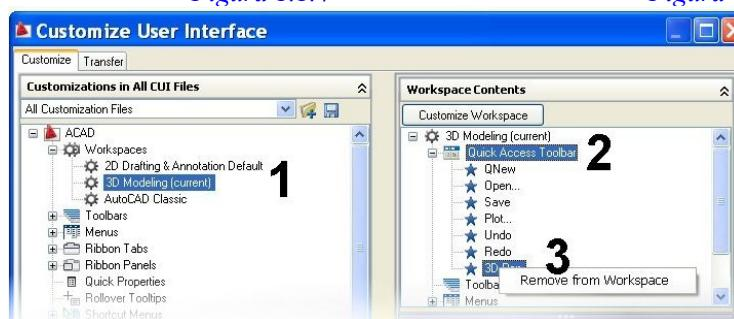

Figura 1.1.6
- eliminarea unei comenzi se realizează din banda **Tools**, panelul **Customization**, comanda **User Interface**, care activează fereastra **Customise User Interface**, figura 1.1.6; în continuare, în pasul 1 se selectează spațiul de lucru activ (**2D**, **3D**, sau **AutoCAD Classic**), în pasul 2 se selectează **Quick Access Toolbar**, în pasul 3 se selectează comanda de eliminat, iar din meniul contextual activat prin buton dreapta mouse se selectează opțiunea **Remove from Workspace**; operația se finalizează prin click stânga mouse pe butonul **Apply** din fereastra **CUI**; fereastra **CUI** se închide pe butonul **Cancel**.